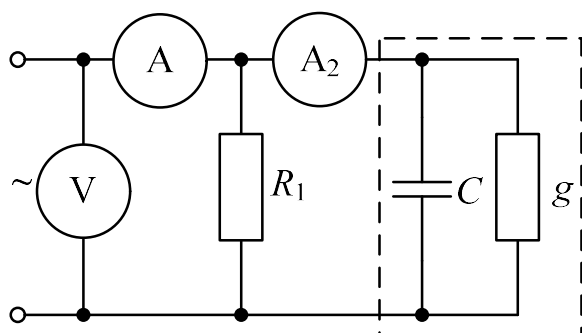
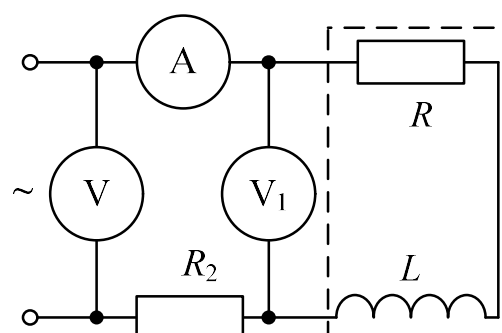

Рис. 3.1
Рис. 3.2
5. Записать уравнение первого закона Кирхгофа для схемы рис. 3.1 (ключ K замкнут, $0 < R_1 < \infty$) и уравнение второго закона для схемы рис. 3.2 ($0 < R_1 < \infty$) как для мгновенных, так и для комплексных значений токов и напряжений.